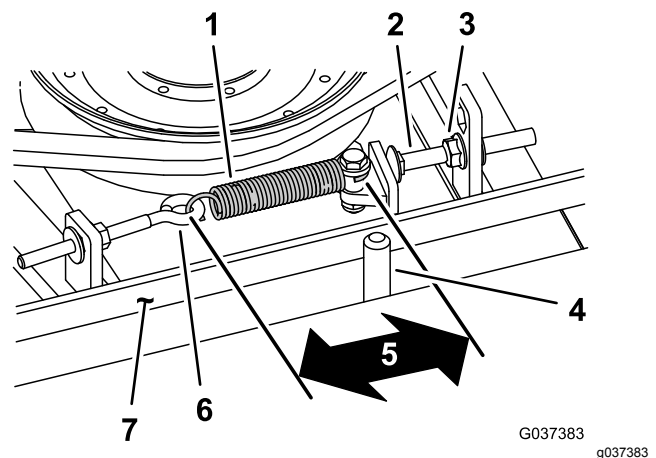

Figura 114
Quando a tensão estiver correta, a medida interior da mola de extensão (gancho a gancho) deverá ser de cerca de 8,3 cm a 9,5 cm. Logo que se obtenha a tensão correta da mola, ajuste o pino de fecho (parafuso da carroçaria) até haver uma folga aproximada de 2 a 5 mm entre a cabeça do parafuso e o braço intermédio (Figura 114).
Nota: Certifique-se de que correia está colocada no lado da mola do guia da correia (Figura 114).
2. Desaperte o parafuso com olhal (Figura 114).
3. Desaperte a porca flangeada que prende o pino de fecho à patilha de montagem e afaste a polia intermédia da correia (Figura 114).
Nota: Certifique-se de que a correia está colocada no lado da mola do guia da correia (Figura 114).
9. Ligue a mola de extensão (Figura 114) ao parafuso de olhal e aplique a tensão na correia como se segue: